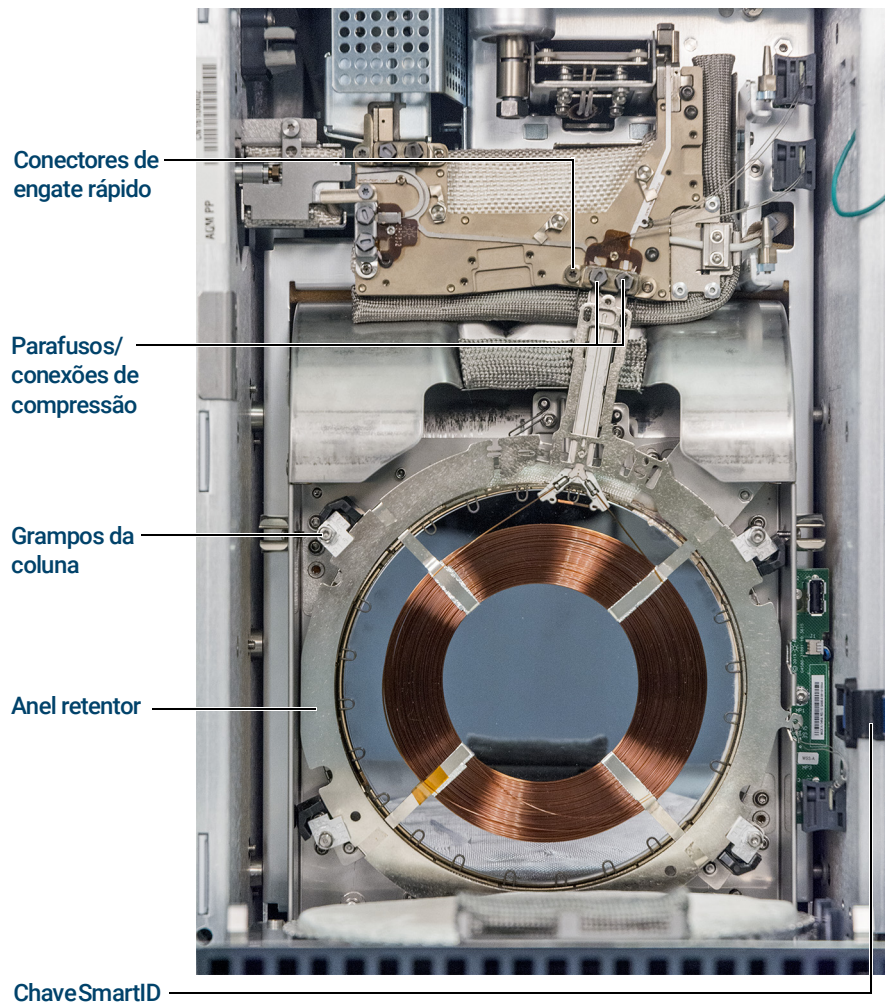

Figura 12. A coluna GC 9000 e as respectivas peças
- 7 Quando usar a chave de torque Intuvo, gire todos os quatro grampos liberando o anel retentor da coluna. (Consulte Figura 12.)